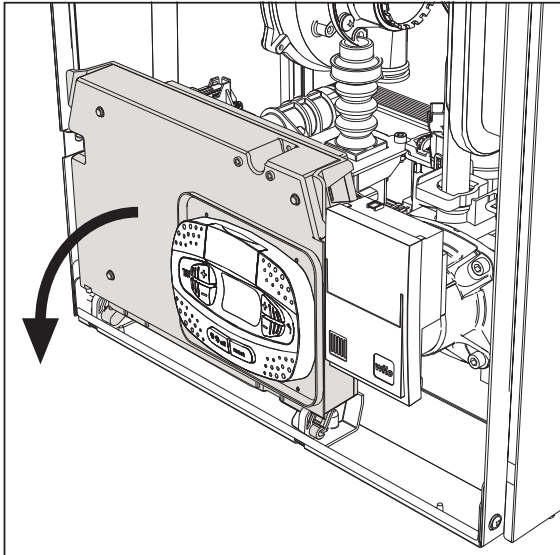
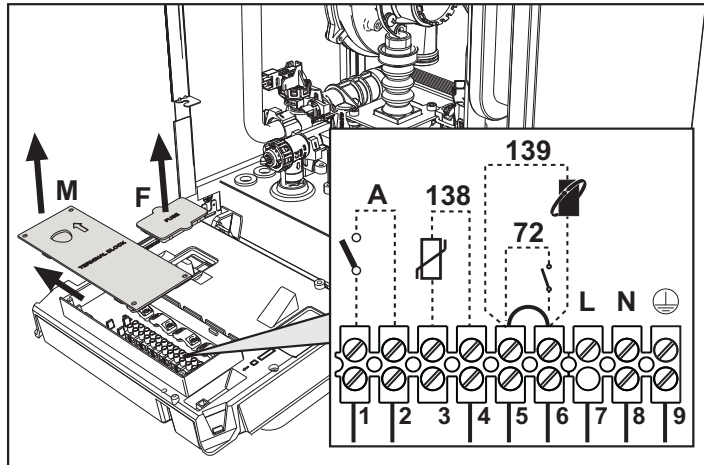

fig. 19
fig. 20
După ce ați scos panoul frontal (*** 'Deschiderea panoului frontal' on page 135 ***) veți putea avea acces la panoul de borne (M) și la siguranța (F) urmând indicațiile descrise în continuare (fig. 19 și fig. 20). **Bornele indicate în fig. 20 trebuie să aibă contactele curate (nu 230 V).** Dispunerea bornelor pentru diferitele conexiuni este indicată și în diagrama electrică din fig. 62.